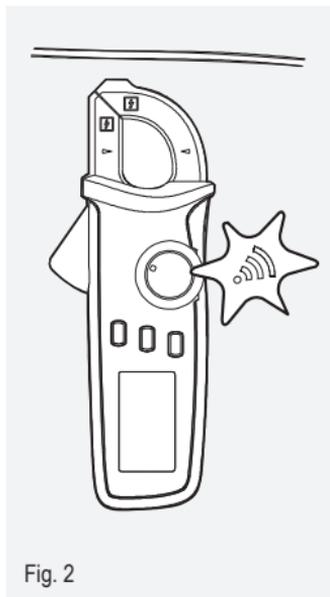

Fig. 2
2. Portare il sensore NCV ad una distanza di 8-15 mm (Fig. 2) da un conduttore. In presenza di tensione, la pinza amperometrica emette i seguenti segnali: